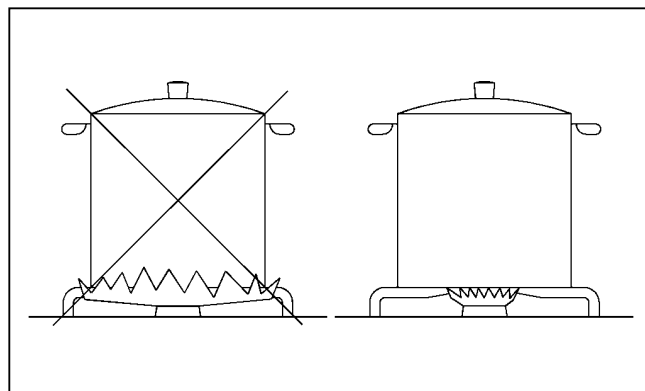

FIG. 2
- utiliser pour chaque brûleur des casseroles adéquates (voir le tableau suivant et la fig. 2).